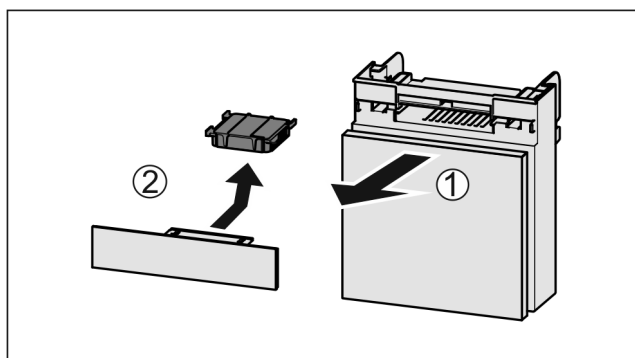

Fig. 218
- Extraire le compartiment par l'avant Fig. 218 (1).
- Sortir le filtre à charbon actif Fig. 218 (2).